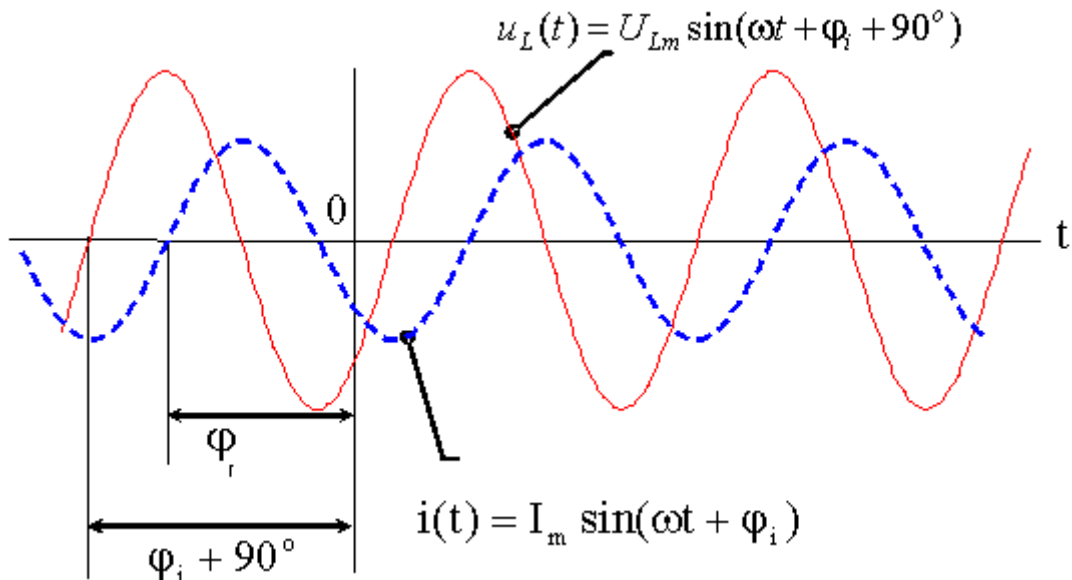

Рис. 4
Индуктивность L учитывает энергию магнитного поля катушки $w_L = Li^2/2$. Из соотношения (1) видно, что ток через индуктивность $i(t)$ отстаёт от напряжения $u_L(t)$ на угол 90° (рис. 4).